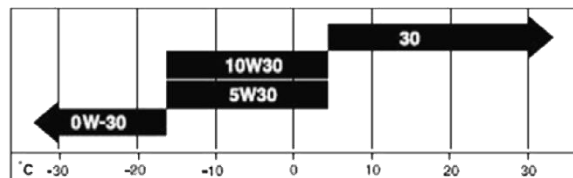

Рис. 26
**Примечание:** Для запуска двигателя и эксплуатации снегоуборщика в условиях низких температур (см. диаграмму на рис.26) допускается использование синтетического моторного масла для 4-тактных двигателей вязкостью SAE 5W30.
9.3.1. Установите снегоочиститель таким образом, чтобы сливная пробка (53) для слива масла оказалась самой низкой точкой двигателя (6).